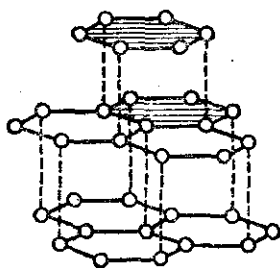

Рис. 11.2. Кристаллическая решетка графита
**Графит** — темно-серое кристаллическое вещество со слабым, металлическим блеском, жирное на ощупь. Атомы углерода в кристаллах графита находятся в состоянии  $sp^2$ -гибридизации (см. § 3.2). Они объединены в плоские слои, состоящие из правильных шестиугольников (рис. 11.2). В них каждый атом углерода связан прочными ковалентными связями с тремя соседними атомами (три  $\sigma$ -связи).